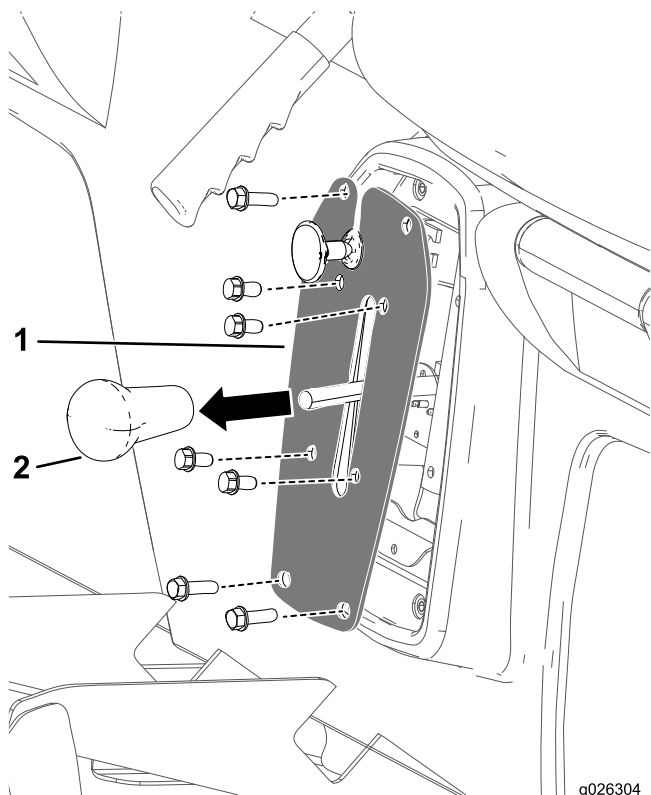

図 43
1. ギアシフトレバーからノブを外す 図 43。
2. シフタープレートをしフターブラケットに固定しているボルト4本を外す 図 43。
3. シフタープレートをシートベースに固定しているボルト4本を外してシフタープレートをを外す 図 43。
4. ギアシフトレバーにシフトノブを手締めで取り付ける 図 43。